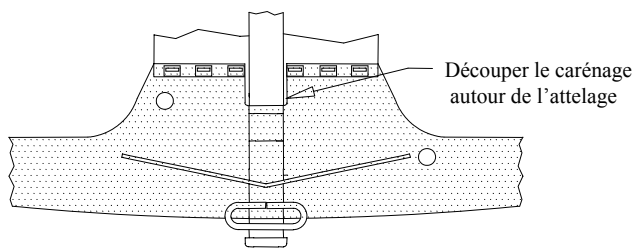

FIGURE 5.
13. RATTACHER LE PARE-CHOC ET LE CARÉNAGE. LE DÉCOUPAGE DU CARÉNAGE AUTOUR DE L'ATTELAGE EST NÉCESSAIRE, COMME ILLUSTRÉ À LA FIGURE 5.